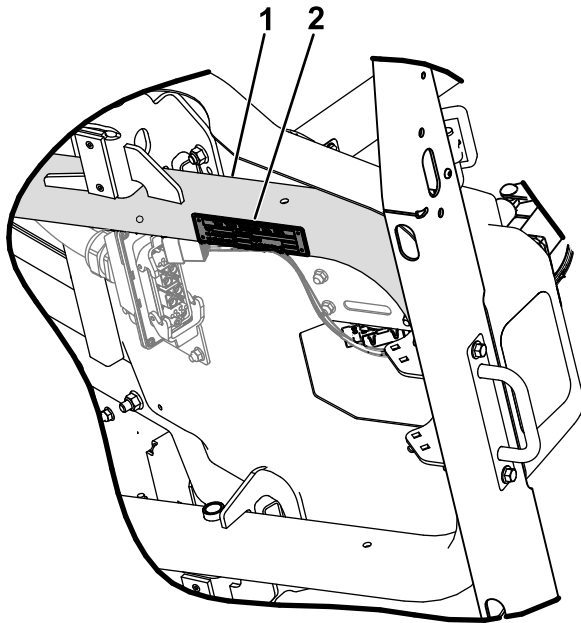

Figure 36
- Essuyez le bas du cadre et la plaque du numéro de série avec une lingette alcoolisée (Figure 36).